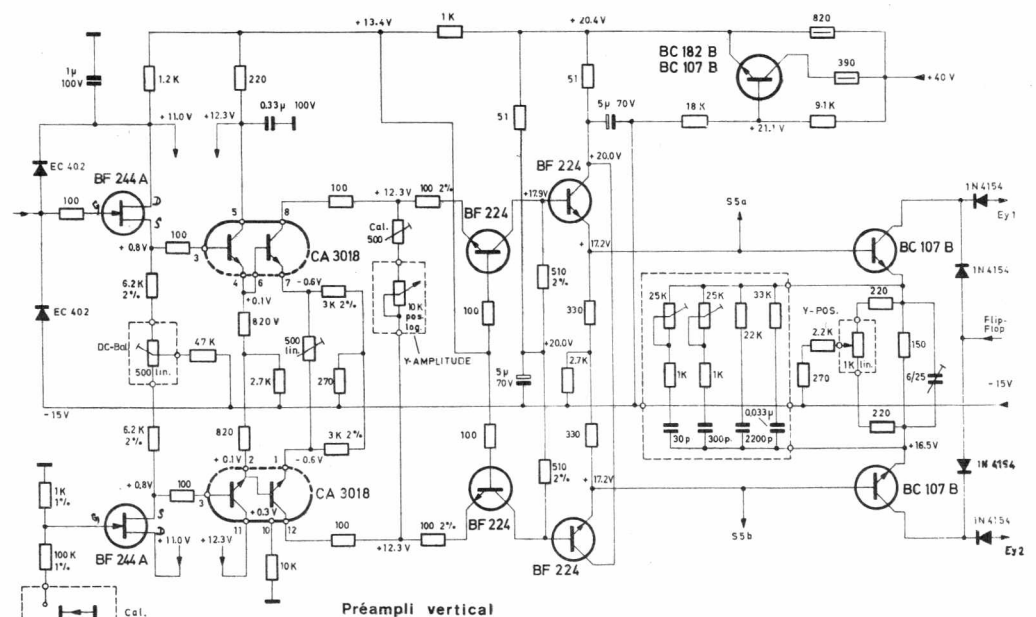

Fig. 3
b) Le préamplificateur (fig. 3) :